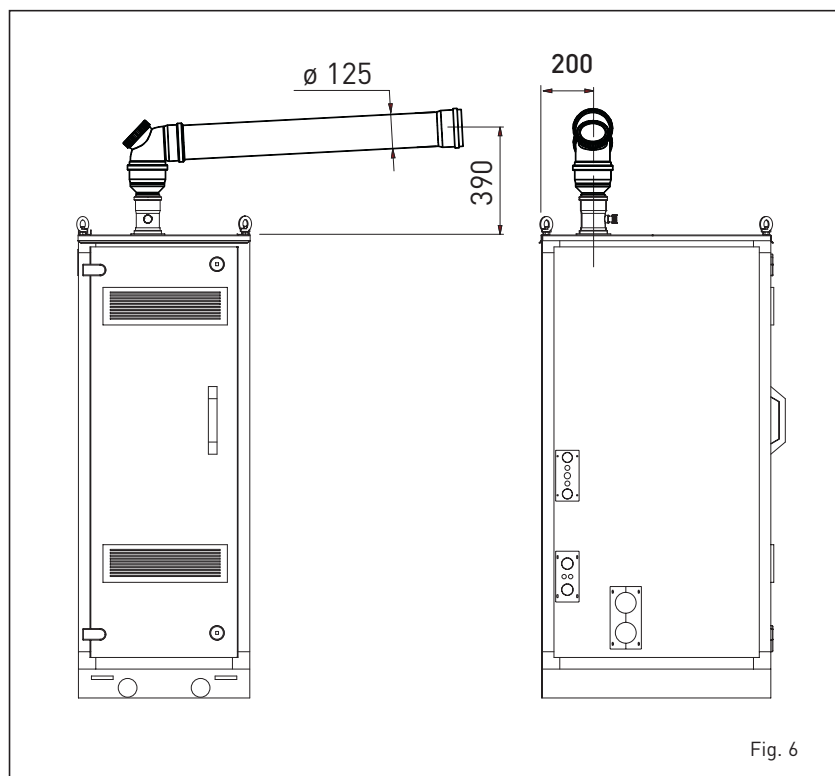

Fig. 6
2.7 KIT COLECTOR DE LOS HUMOS PARA INSTALACIONES INTERNAS (fig. 6)
Para este tipo de instalación consulte la fig.6 La solución indicada lleva el colector de los humos (a solicitar a parte, cód. 8102510) con la salida situada a la derecha del módulo.